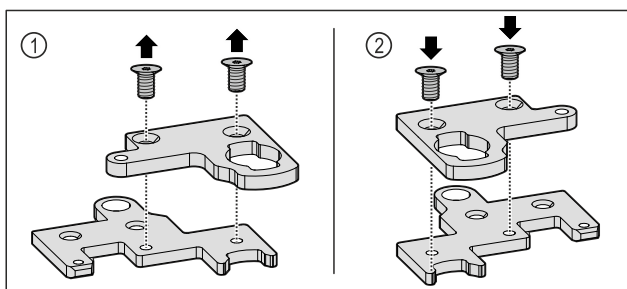

Fig. 35
- ▶ Ta isär den tvådelade gångjärnsvinkeln. Fig. 35 (1)
- ▶ Sätt ihop den tvådelade gångjärnsvinkeln vriden 180° igen. Fig. 35 (2)